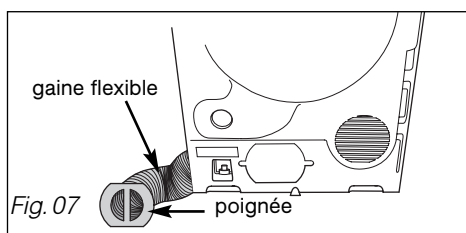

Fig. 07
- déclipsez la poignée en la tirant vers l'extérieur, puis dégarez la gaine (Fig.07).